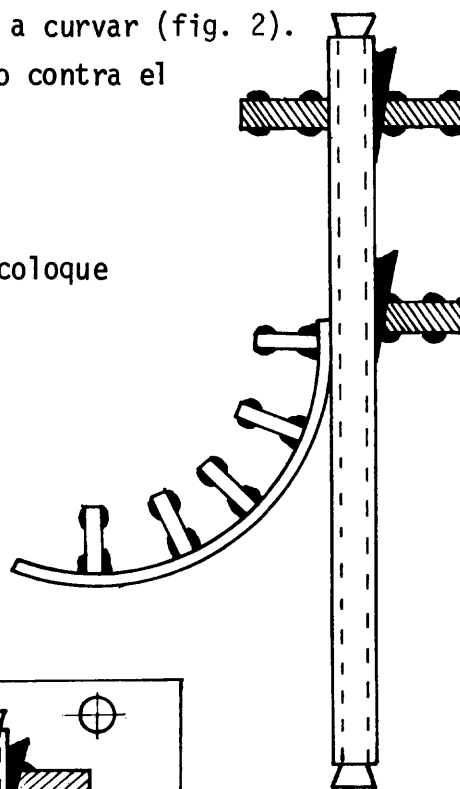

Fig. 2
- b Coloque el tubo en el dispositivo a curvar (fig. 2).